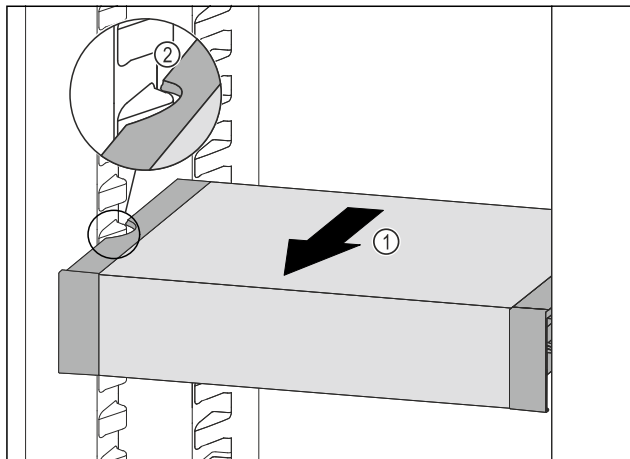

Fig. 206
- Потягнути VarioSafe вперед Fig. 206 (1), поки бокові заглиблення VarioSafe не опиняться на рівні ребра для ємності в охолоджувальному відділенні. Fig. 206 (2)